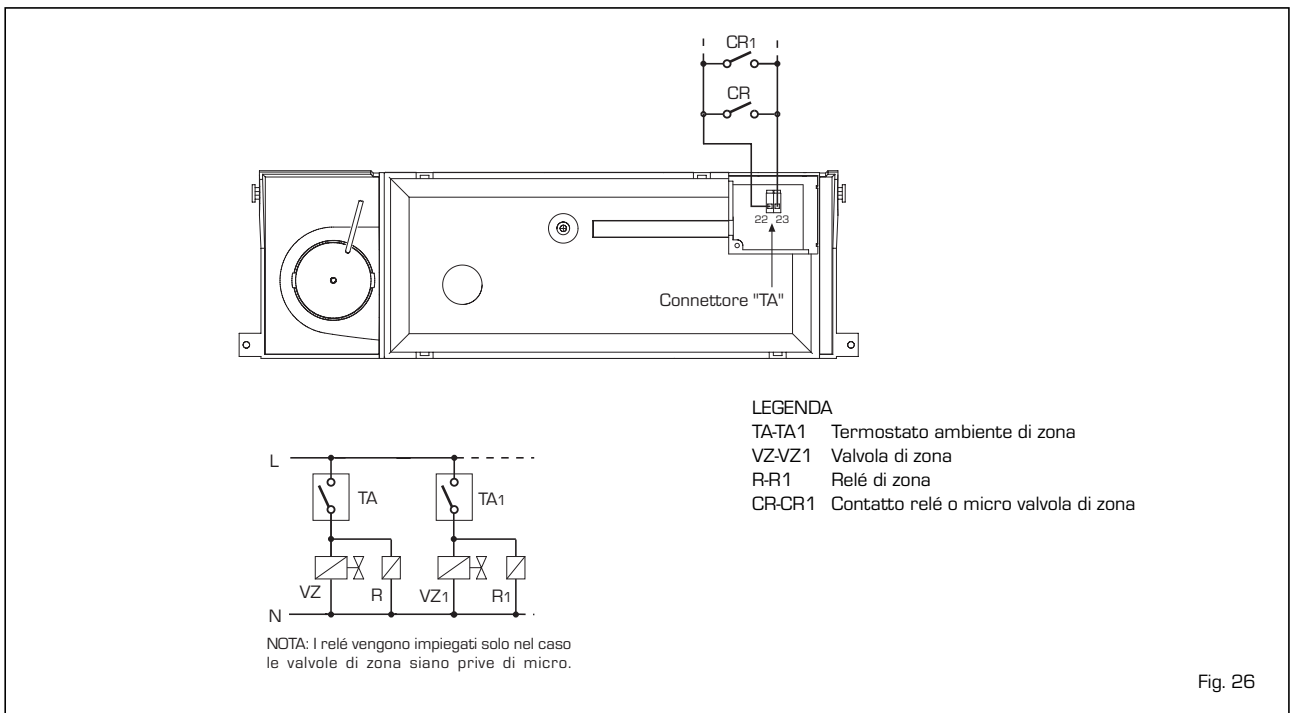

Fig. 26
Utilizzare una linea elettrica a parte sulla quale si dovranno allacciare i termostati ambiente con relative valvole di zona. Il collegamento dei micro o dei contatti relè va effettuato sui morsetti 22-23 (TA) della scheda elettronica dopo aver tolto il ponte esistente (fig. 26).